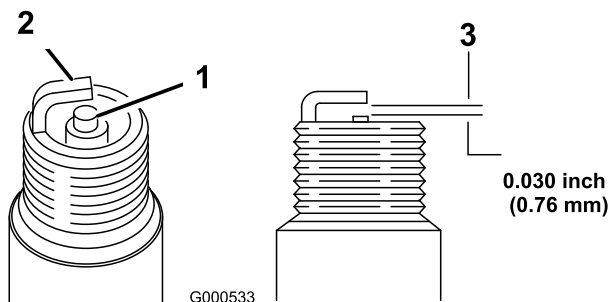

Figure 23
- Régalez l'écartement des électrodes à 0,76 mm (0,030 po) (Figure 23).